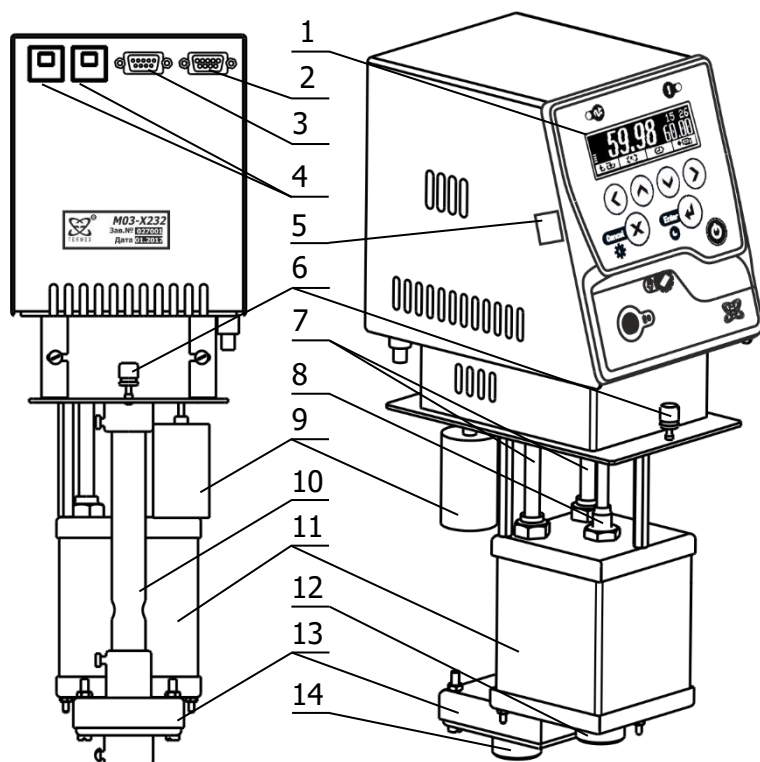

Рисунок 1 — Устройство блока регулирования
1.4.2 Работа блока регулирования заключается в поддержании заданной температуры потока теплоносителя, прокачиваемого насосом 13 через резервуар 11 (рисунок 1). Забор теплоносителя производится через входной патрубок 14, а выброс — через выходной патрубок 12.